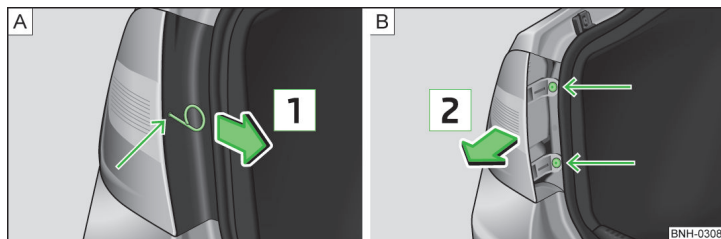

Fig. 156 Desmontar la cubierta / lámpara
- Meter el estribo para sacar los tapacubos integrales » página 154, *Equipo de herramientas a bordo* en el orificio del lugar indicado con la flecha » fig. 156 - A.
- Extraer la cubierta en el sentido de la flecha **1** » fig. 156.
- Desenrosque la lámpara con la llave del equipo de herramientas a bordo » fig. 156 - B.